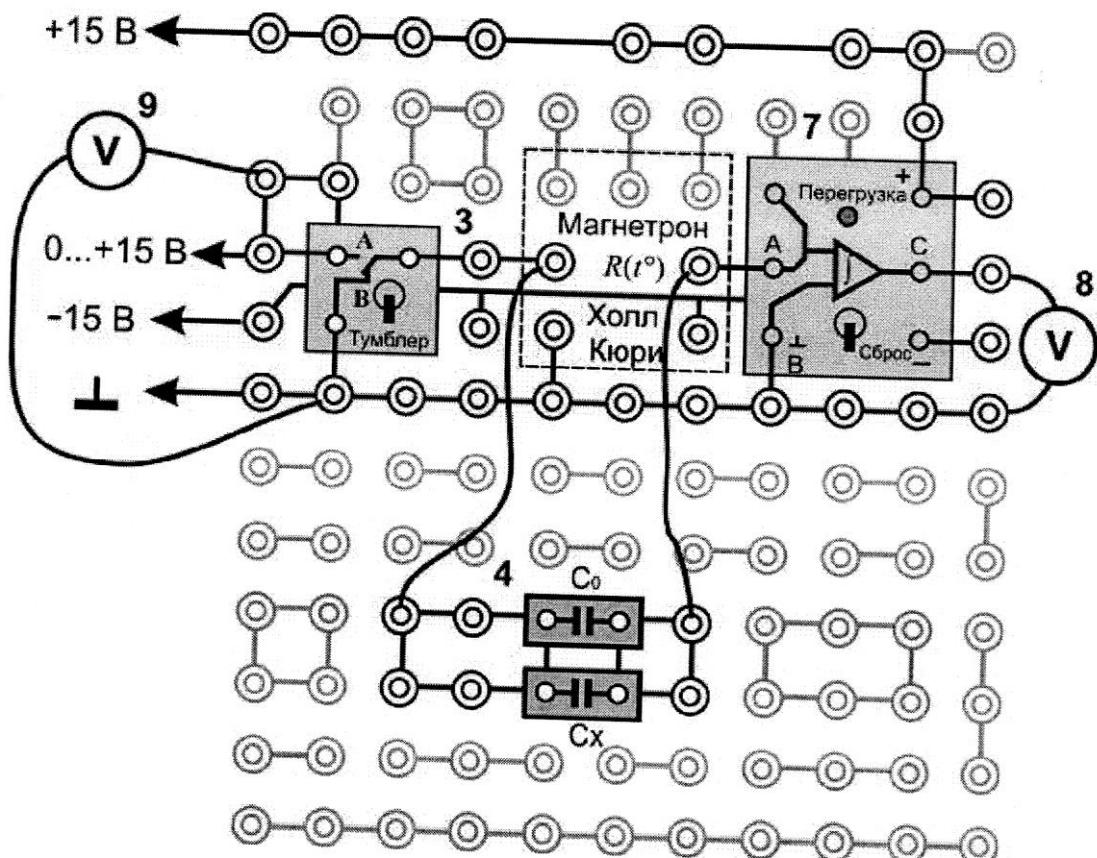

Рис. 2.4. Параллельное соединение конденсаторов
11. Соединить конденсаторы  $C_0$  и  $C_x$  **параллельно** (рис. 2.4). Следуя пунктам 5 и 6, подобрать для батареи оптимальное напряжение зарядки  $U_x$ .